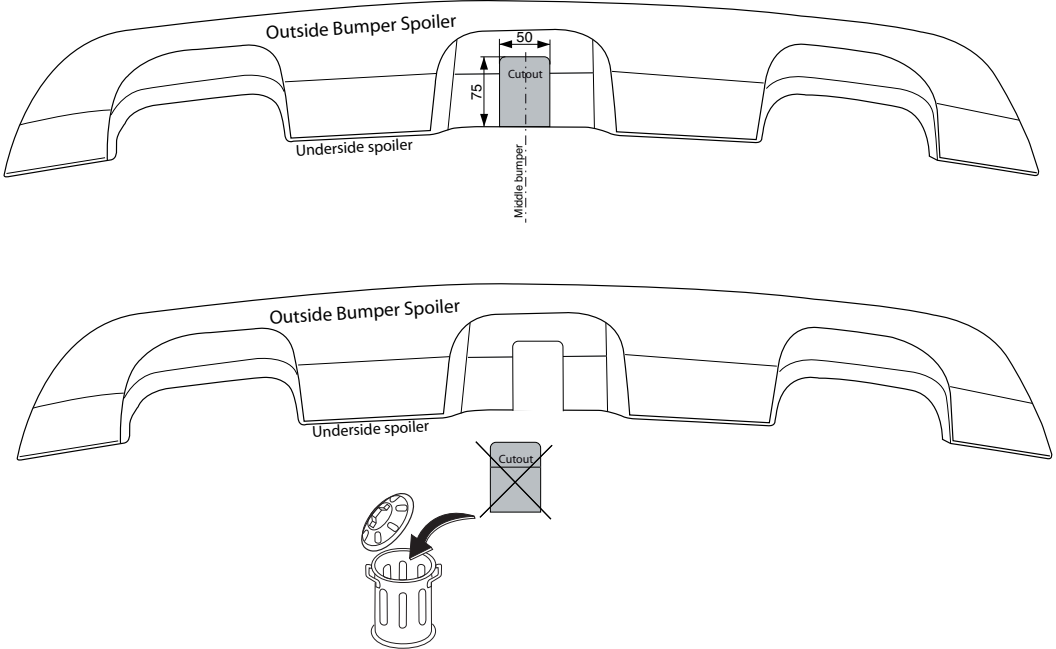

Fig. 2
4. Выпилить часть из спойлера, как указано на рис. 2 .